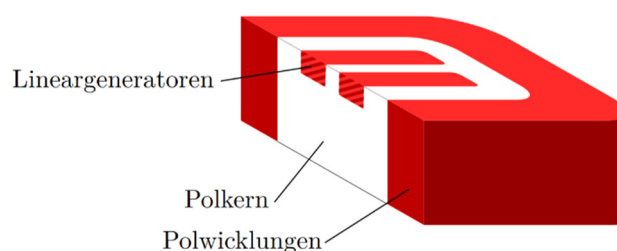

Abb. 3.3: Querschnitt eines Haltemagnetes
- Abb. 3.3: *Querschnitt eines Haltemagnetes, Robin Kreipe und Jan Wille, Technologie des Transrapids, Hausarbeit für das Physiklabor SoSe 2020, Hochschule Hannover – Fachschaft Physik, eingereicht am 20.04.2020, S. 9, URL: https://janwille.de/data/pdfs/Technologie_des_Transrapid.pdf (zuletzt 25.03.2024)*